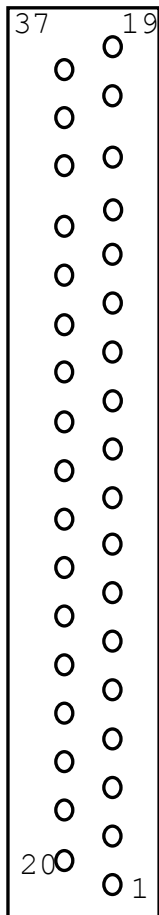

Рис.7
6.3. Для подключения приводов в плате используются четыре 37-ти контактных разъёма типа CANON (PWM), рис.7. Разводка разъёма приведена в табл.5.